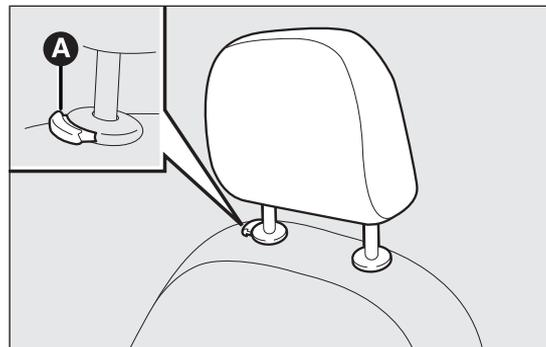

fig. 22
Ils sont réglables en hauteur et se bloquent automatiquement dans la position voulue fig. 22.
- Réglage vers le bas : appuyer sur la touche A fig. 22 et baisser l'appuie-tête.